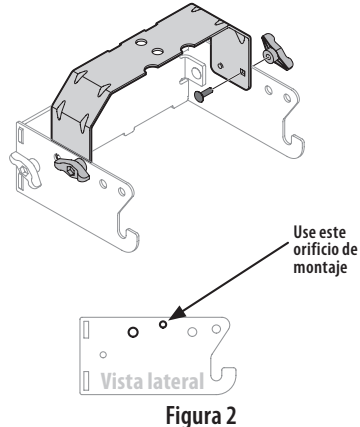

Figura 2
2. Dé vuelta el conjunto y monte la ménsula de soporte de enganche al conjunto de montaje como se muestra en la Figura 2.